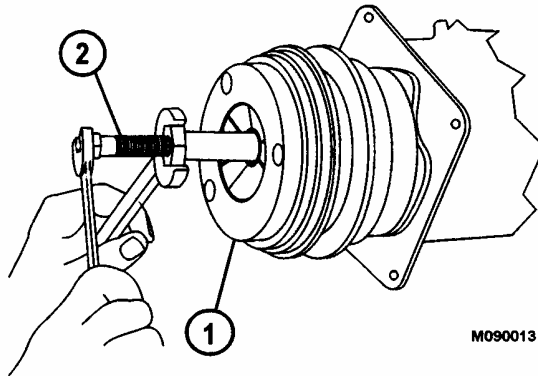

FIGURA 4-19.
9. Instale el extractor de polea (1, Figura 4-19) y el piloto del extractor (3) en el compresor, como se muestra. Si se usa una polea de ranuras múltiples, instale patas extractoras (J-24092) en el extractor en lugar de las patas estándares. Extienda las patas del extractor hasta la parte posterior de la polea. NO use las ranuras de la correa para sacar la polea del compresor.